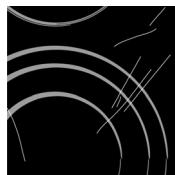
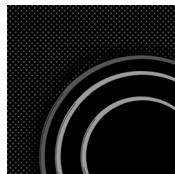

рис. 1
рис. 2
посуды, устранив возможные инородные предметы, которые могут повредить стеклокерамическую поверхность (рис. 1).
Внимание: металлические губки, абразивные чистящие средствацарапают стеклокерамическую поверхность. Также нельзя использовать для очистки стеклокерамики агрессивные чистящие спреи и не предназначенные для стеклокерамики жидкие очистители (рис. 1 и рис.2).
Нанесенные обозначения могут стираться вследствие использования агрессивных и грубых чистящих средств, а также посуды с повреждениями дна (рис.2)
- Монтируемую плиту следует со всей силой, сверху вниз, прижать к рабочей плите и в таком положении прикрепить к ней четырьмя (4) винтами с нижней стороны. При этом необходимо следить за правильным положением скоб для прикрепления монтируемой нагревательной плиты, так как оно различно в зависимости от использования рабочих плит различной толщины: 30 и 40 мм (рис. 2 и 2а).